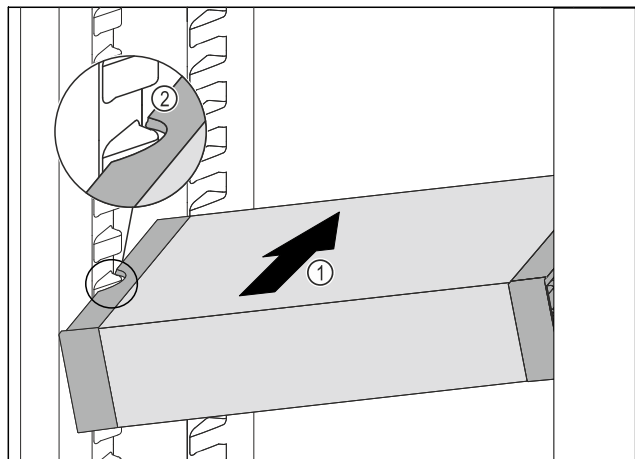

Fig. 98
- ▶ VarioSafe schräg in das Kühlteil einschieben Fig. 98 (1), bis sich die seitlichen Aussparungen Fig. 98 (2) des VarioSafes auf Höhe der Behälterrippe im Kühlteil befinden.